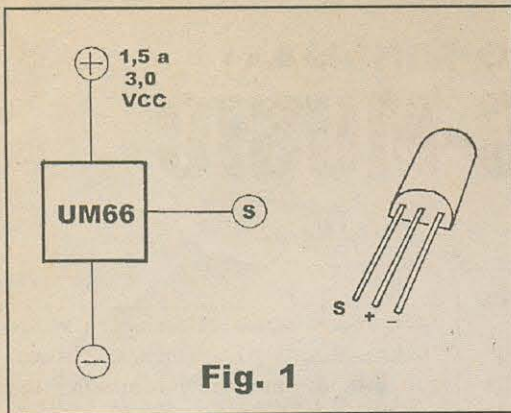

Fig. 1
- FIG. 1 - O CHIP UM66 - SUA APARÊNCIA, PINAGEM, E DIAGRAMA BÁSICO... - Conforme já foi dito, *por fora*, o integradinho musical (cujo código básico é UM66...) é absolutamente igual a um transistor com encapsulamento de *epoxy*, baixa potência, feito os da manjadíssima série "BC"...! Até no número e disposição de terminais